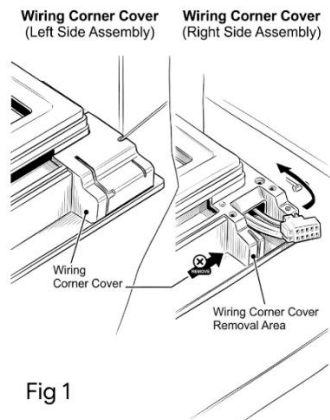

Fig 1
1. Umieść plastikową pokrywę zawiasów w górnym rogu urządzenia. Użyj małego śrubokręta płaskiego lub cienkiego narzędzia do podłuwania, aby delikatnie zdjąć i zdjąć ochronną plastikową nakrętkę zakrywającą mechanizm zawiasu. (Rys. 1)
1. Za pomocą małego narzędzia do łomowania lub płaskiego śrubokręta delikatnie wyjmij plastikowe otwory na śruby umieszczone w dolnym rogu przeciwnym do obecnego zawiasu. (Rys. 1)
11. Zlokalizować pozostałe odsłonięte otwory po śrubach na dolnej wewnętrznej krawędzi. Włóż plastikowy korek do każdego otworu, aż będą całkowicie zamocowane, aby chronić gwinty osprzętowe. (Rys. 1)
1. Włóż cienki łuk lub sondę w szew plastikowej osłony narożnej po stronie zawierającej wiązkę przewodów drzwi. Delikatnie podnieś, aby odblokować plastikowe zaczepki. Odchyl plastikową osłonę z rogu framugi, uważając, żeby nie pociągnąć ani nie uszkodzić odsłoniętych przewodów pod spodem. (Rys. 1)
3. Przesuń się do przeciwnego rogu framugi drzwi. Użyj narzędzia do podłumki, aby podnieść i odpiąć pustą, solidną plastikową ozdobną osłonę. Przenieś pustą osłonę do początkowego narożnika, gdzie najpierw zdjęłeś osłonę przewodu. Wyrównaj go z pustym narożnym otworem ramki i mocno dociśnij palcami, aż dobrze się zatrzaskuje, pozostawiając czyste, płynne wykończenie. (Rys. 1)
1. Ostrożnie podnieś szklane drzwiczki i wyrównaj ich górne i dolne gniazda montażowe z górnymi i dolnymi uchwytami zawiasów przymocowanymi do szafki na wino. Zanim całkowicie zamontujesz drzwi w uchwytach, wyciągnij odsłoniętą wiązkę przewodów wychodzącą z górnego zawiasu szafki i upewnij się, że dobrze przechodzi przez narożną szczelinę framugi drzwi. (Rys. 1)
2. Mocno docisnij oba plastikowe zaciski razem, aż mały klips zatraski i zablokuje się na miejscu. Delikatnie pociągnij przewody, aby upewnić się, że połączenie elektryczne jest całkowicie zabezpieczone i nie rozpadnie się. (Rys. 1)